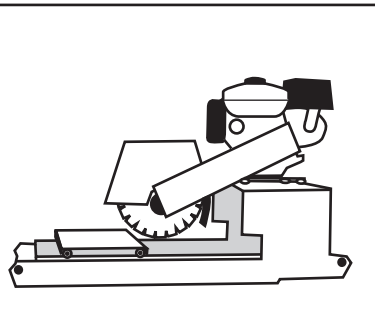

Figura 25. Sierra de mesa.
- **Sierras de mesa** (Hoja de diamante) (Figura 25). Brindan corte de precisión. Como carece de movilidad, implica mayor consumo de tiempo. La mayoría de las sierras pueden cortar en seco o húmedo. Las sierras que utilizan agua, brindan lubricación y reducen el desgaste de la hoja. Si la sierra requiere de agua, es aconsejable informarse acerca de la disponibilidad de un grifo cercano, a la hora de planificar la obra; de esta forma, ahorrará mucho tiempo y dinero. De ser posible, utilice agua limpia y no la haga recircular para evitar que los adoquines se manchen.